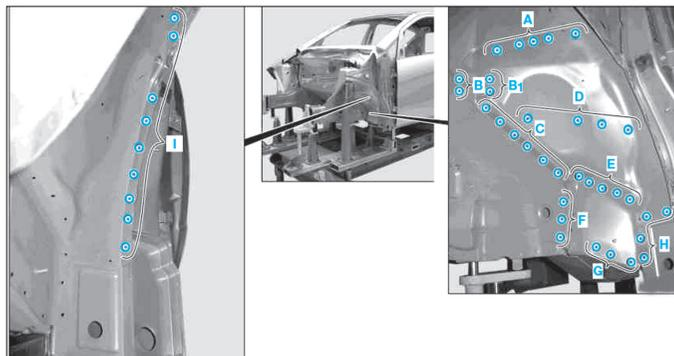

FIG. 9
- Fraiser les points de soudure dans les zones (A), (B), (B₁), (C), (D), (E), (F), (G), (H) et (I) (Fig.9).